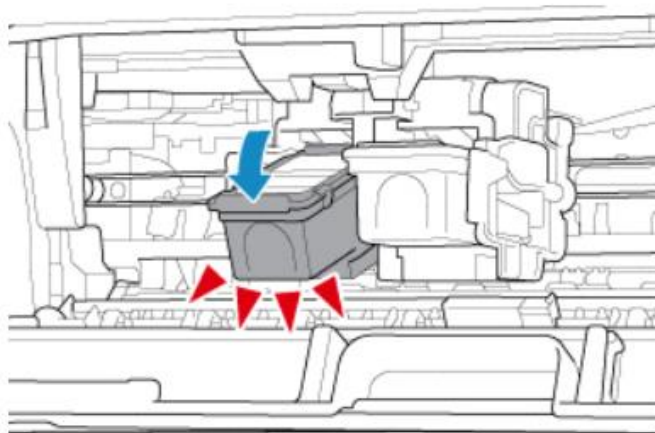

Рисунок 2.13 – Другий етап заміни картриджа
- натиснути картридж до упору (до клацання) (див. рис. 2.13);